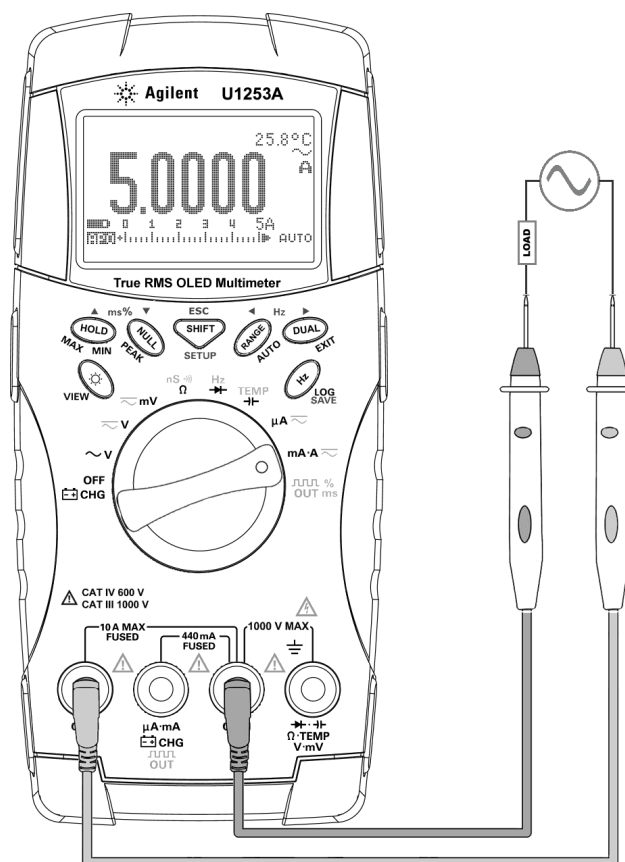

图 2-5 A (安培) 电流测量
- 2 将红色和黑色测试引线分别与 10 A 输入端子 A (红色) 和 COM (黑色) 连接 (请参见图 2-5)。在将红色测试引线插入 A (红色) 端子时, 万用表自动设置为  测量。